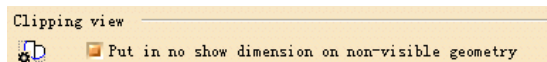

图 6-60
(4) Clipping view (裁剪视图) 选项组 (如图 6-60 所示)